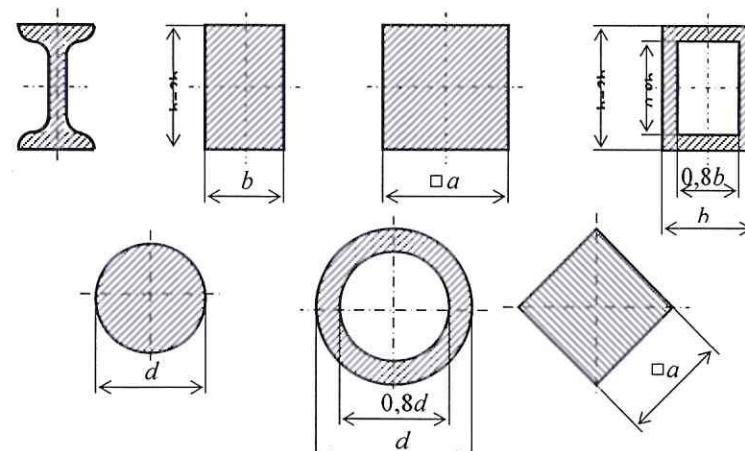

Рис. 4
4) произвести анализ изменения веса балки в зависимости от формы ее поперечного сечения (рис. 4), приняв за единицу вес двутавровой балки;